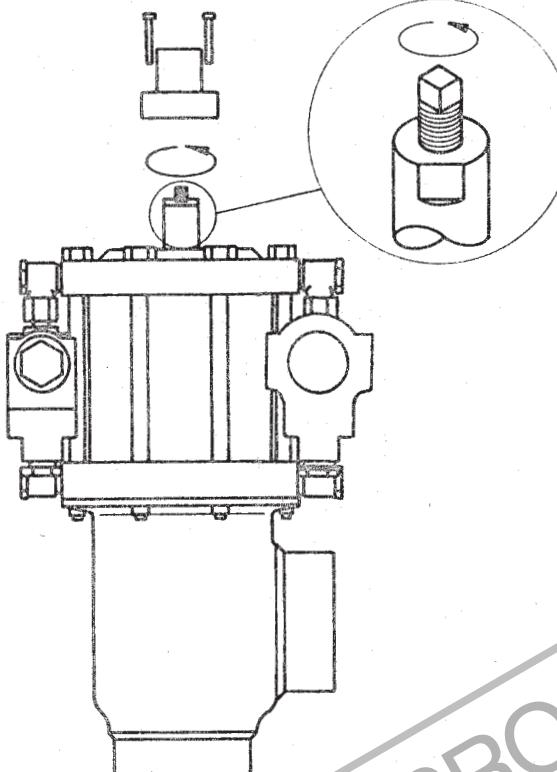

Fig. 5
In case of power loss the GPS valve will close (NC). The valve can be opened by hand, if the cap is removed and the spindle is turned anti-clockwise. To close the valve, turn the spindle clockwise. The spindle must be screwed to the lowest possible position during normal operation (Fig. 5).
Ved strømsvigt lukker GPS ventilen (NC). Ventilen kan åbnes ved håndkraft, hvis hætten fjernes, og spindlen drejes mod uret. Ventilen lukkes ved at dreje spindlen med uret. Spindlen skal være skruet i lavest mulige position under normal drift (Fig. 5).
En caso de corte de corriente, se cierra la válvula GPS (NC). Esta puede abrirse manualmente quitando la capucha y girando el vástago en el sentido contrario de las agujas del reloj. La válvula se cierra girando el vástago en el sentido de las agujas del reloj. El vástago debe estar apretado en la posición más baja posible durante el funcionamiento normal (Fig. 5).